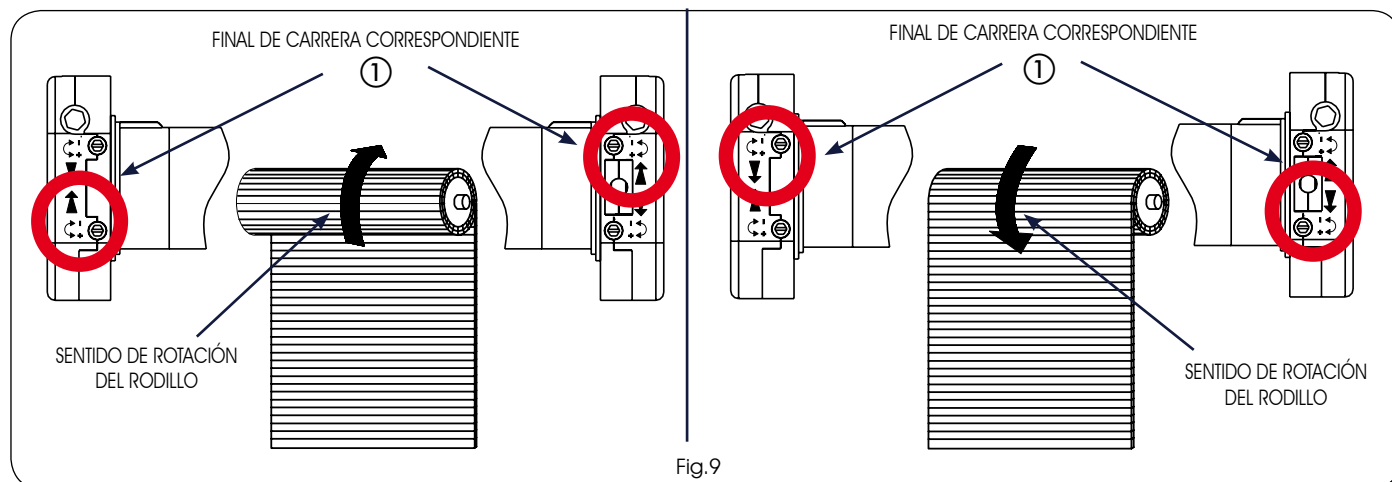

Fig.9
- 2) Con el útil de regulación (Fig.1 ref.⑤), gire el tornillo del final de carrera correspondiente al sentido de rotación de bajada del rodillo (Fig.9 ref.①), hacia el signo "más" (+) para aumentar la carrera de la persiana, y hacia el signo "menos" (-) para disminuirla.